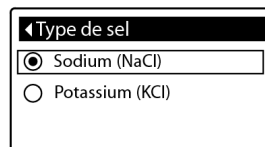

FIG.27
5. Appuyez sur SELECT (O) pour afficher le menu Type de sel (Figure 27)
6. Si un point noir figure déjà en face du type de sel souhaité (Figure 27), passez à l'étape 7. Sinon, appuyez sur le bouton DESCENDRE (▼) ou MONTER (▲) de l'adoucisseur pour parcourir jusqu'au type de sel souhaité, puis appuyez sur SELECT (O) pour valider votre choix.
7. Appuyez sur SELECT (O). L'affichage reviendra au menu Réglages sel.